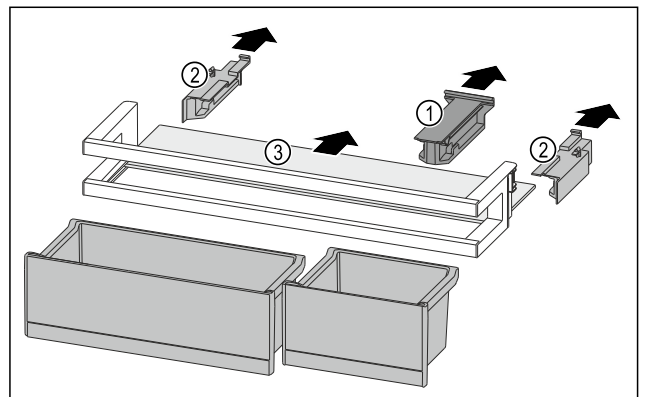

Fig. 92
- ▶ Bevestigingsdeel Fig. 92 (1) wegtrekken.
- ▶ Zijdelen Fig. 92 (2) wegtrekken.
- ▶ Draagplateau Fig. 92 (3) verwijderen.